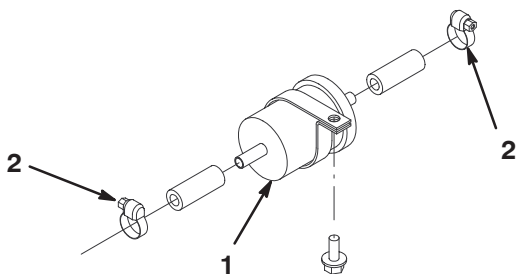

Figure 41
3. Desserrez les colliers de serrage aux deux extrémités du filtre (Fig. 41) et débranchez les conduites.